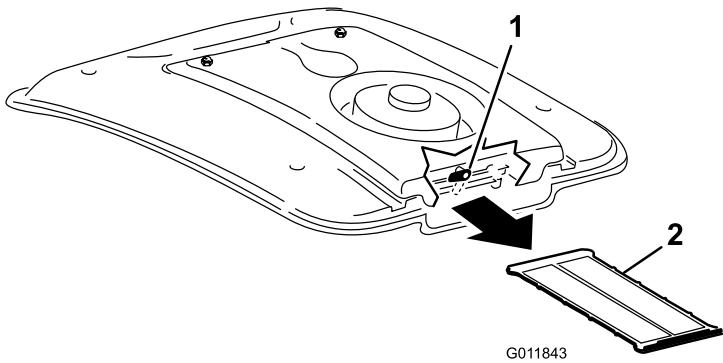

Figura 105
2. En la parte trasera del soporte del ventilador, gire el cierre a un lado (Figura 105).
| 1. Enganche 3. Retire el filtro del aire acondicionado de debajo del serpentín del aire acondicionado (Figura 105). | 2. Filtro del aire acondicionado 4. Limpie la rejilla a fondo con aire comprimido (Figura 105). |